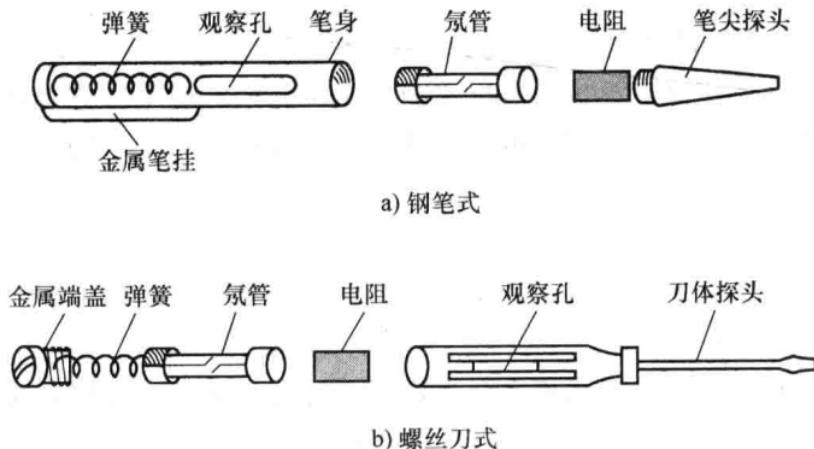

图 1-1 试电笔的结构
(1) 禁忌使用前不检查试电笔的好坏：使用试电笔之前，首先要检查电笔内有无安全电阻，然后检查试电笔是否损坏，有无受潮或进水现象，检查合格后方可使用。试电笔的基本结构如图 1-1 所示。